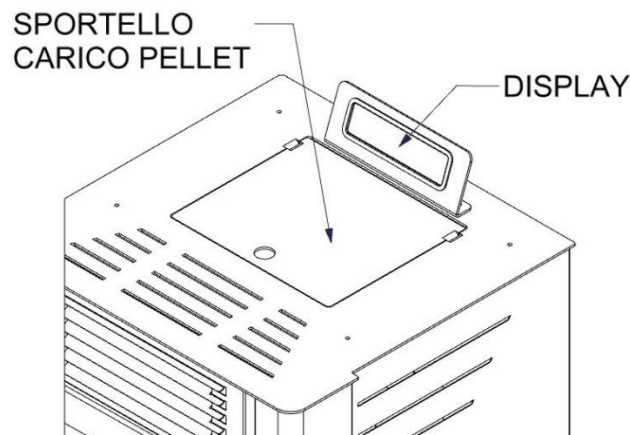

Figura 6 Compartimento del depósito de pellets
-Para cargar el depósito de pellet, abrir la puerta de carga situada en la parte superior de la estufa visible en la figura 6. Cargue los pellets directamente de la bolsa o con la ayuda (no incluida) de una pala. El nivel máximo de pellet en la tolva es un par de centímetros por debajo del tope de la puerta. Una vez que el tanque esté lleno, cierre la puerta. Tenga cuidado de no entrar en contacto con las partes calientes.